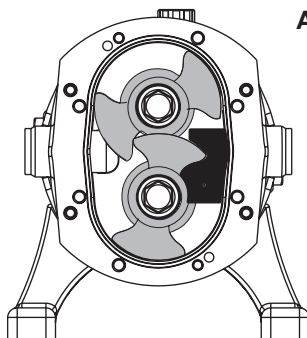

Abb. 8
5. RotorschloÙ wieder wie in Abb. 8 gezeigt anbringen.
6. Schließmutter (50) des Nebenwellenlagers (39) lösen.
7. Lagermutter (50) und Scheiben (49) entfernen.
8. Rotoren (35) wie in Abschnitt 4.2 beschrieben entfernen.
10. Rotorgehäuse (9) und Öldichtungsplatte wie in Abschnitt 4.3 und 4.7 beschrieben entfernen.
11. Wellen (38, 39) mit großer Kraft direkt am hinteren Ende der Wellen von der Lagerkonsole (13) entfernen. Dadurch lösen sich die Lager. Wellen mit Lager entnehmen.
13. Lagersitze der Lagerkonsole (13) und Lagersitze auf den Wellen (38, 39) reinigen.
14. Die neuen Außenlaufringe (45b, 48b) und Lagerring (47) in der Lagerkonsole (13) montieren.